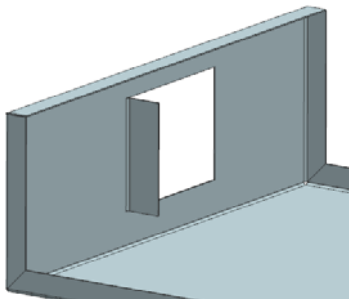

图 6-107 创建弯边特征
(4) 在“弯边”对话框中，单击应用按钮，创建弯边特征，如图 6-107 所示。